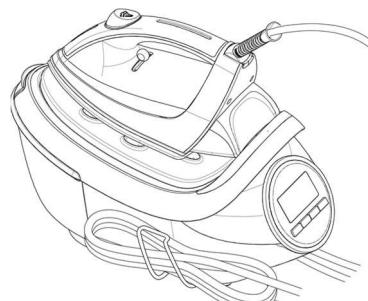

Рис. 7
- Сложите сетевой шнур и шланг подачи пара и закрепите в клипсе (рис. 7).